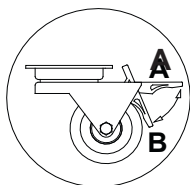

Figura 3. Set di ruote
- Posizionare il dispositivo su un piano piatto e rigido. In seguito mettere a livello il mobile per mezzo dei piedini. In caso di macchinari mobili occorre bloccare le ruote al fine di prevenire lo spostamento durante il funzionamento (come indicato nella Figura 3 (p. 4). Rimuovere la pellicola protettiva dagli elementi del banco frigorifero (tra le altre, dall'interno del macchinario, dagli scaffali di esposizione, dalla protezione anteriore)